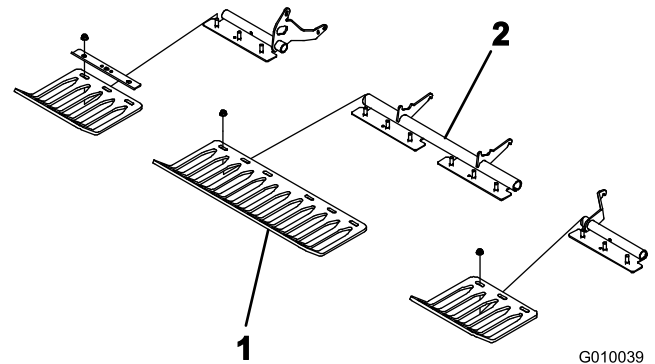

Bild 24
3. Befestigen Sie die Rasenschutzvorrichtungen mit 4 Rasenschutzklemmen und 12 Bundmuttern lose an den Halterungen der Rasenschutzvorrichtung (Bild 24). Ziehen Sie die Bolzen nicht fest.
Hinweis: Die Rasenschutzklemmen und die Bundmutter sind bei der Lieferung an den Halterungen der Rasenschutzvorrichtung befestigt (Bild 24).